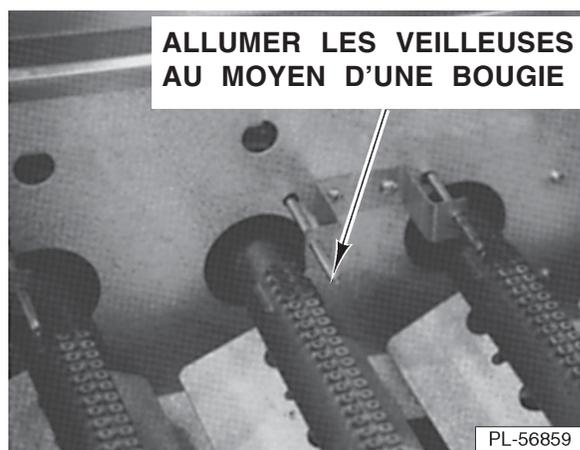

Fig. 4
2. Attendre 30 secondes, puis allumer les veilleuses au moyen d'une bougie. Toutes les veilleuses devraient s'allumer (Fig. 4).